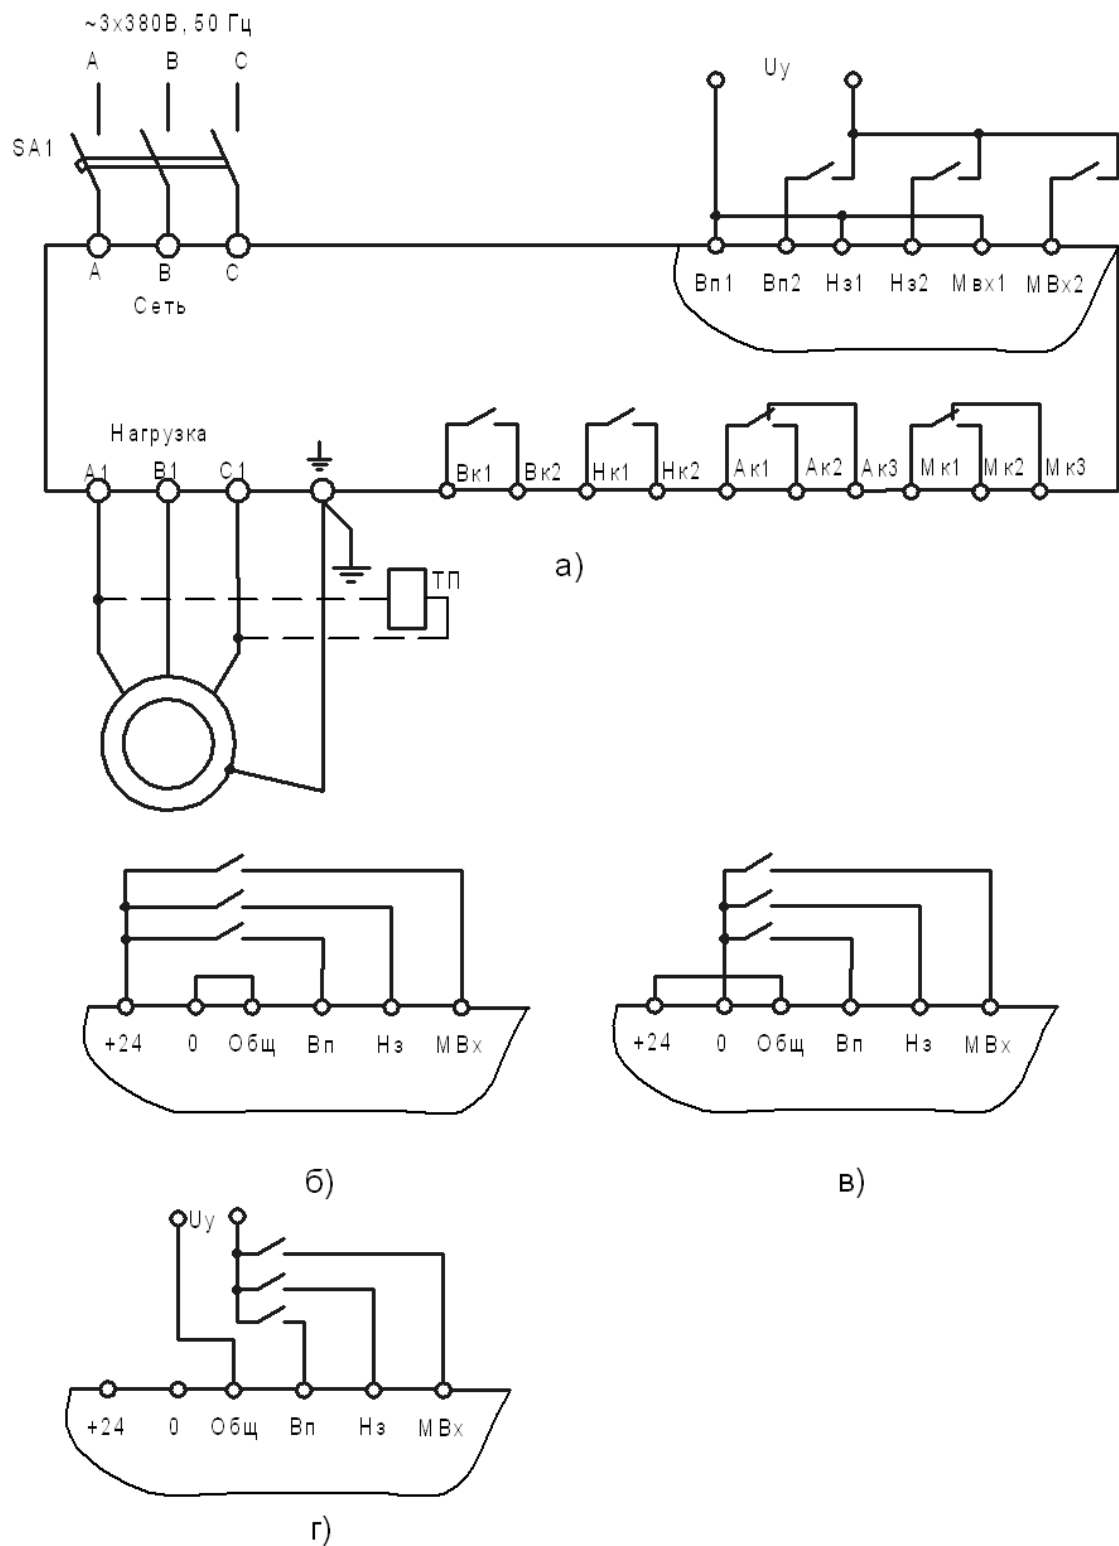

Рисунок 2 – Схема подключения пускателя
1.3.4 В модификации БСТ-ххР/380-30Д с «сухим» контактом входы «Вп», «Нз» и «Мвх» имеют один общий провод (рис.1 а). Входы являются двунаправленными, поэтому управление может осуществляться подачей на входы положительного (+24В) или отрицательного (0В) напряжения (см. рис. 2 б, в).